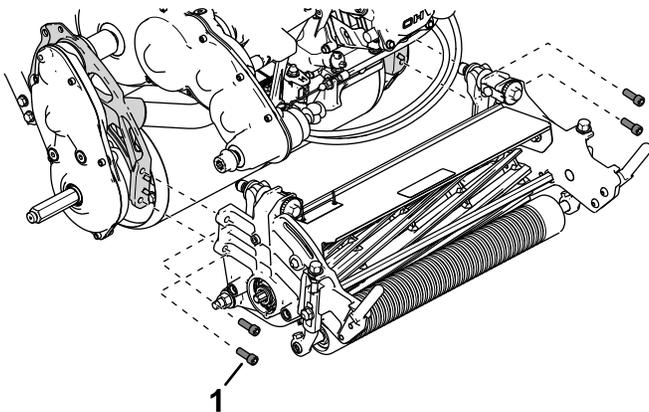

図 49
4. カuttingユニットをフレームに固定しているソケットヘッドねじ4本を外す 図 49。